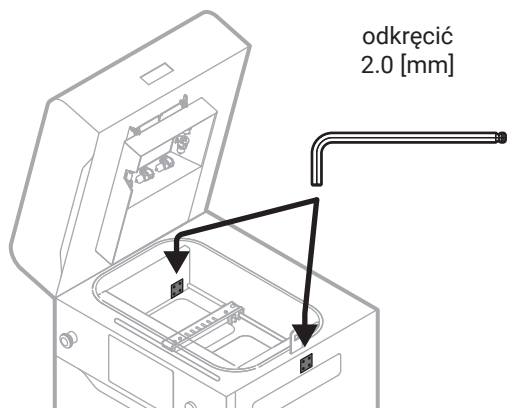

Rys. 1 Ustaw Recoater i wykręć śruby z pokrywy.
6. Za pomocą klucza imbusowego 2 mm odkręć obie śruby pokrywy Recoatera (rys. 1).